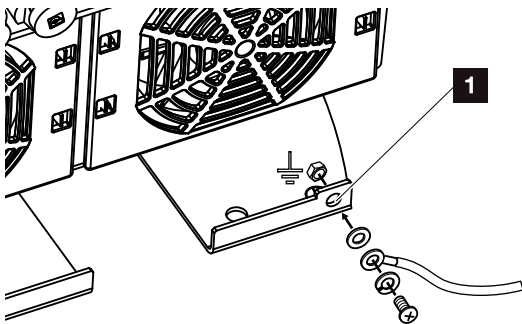

Bild 23: Landsspecifik utvändig PE-anslutning
11. I länder där en andra PE-anslutning föreskrivs ska du ansluta denna på markerad plats på höljet (utvändigt). **! Bild 23, Pos. 1**